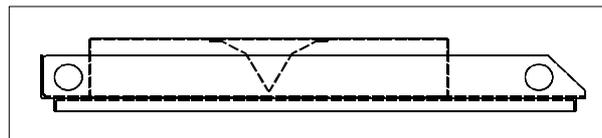

Figure 37. Structure du toit vue du côté
**REMARQUE !** Si un toit plat est utilisé, montez un déflecteur en V sur la face inférieure du toit pour diriger l'air à l'horizontale. Voir Figure 37.